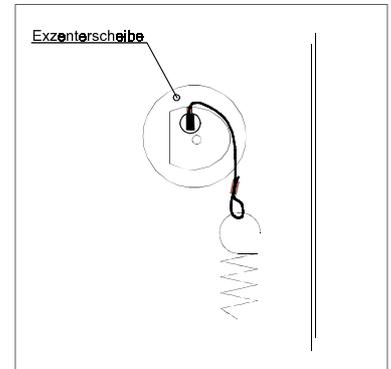

Bild 6-2 Seil 2
- Seil 2 (Zugfeder → Exzentrerscheibe) (Bild 6-2)